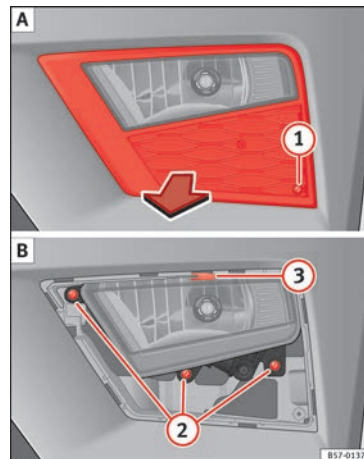
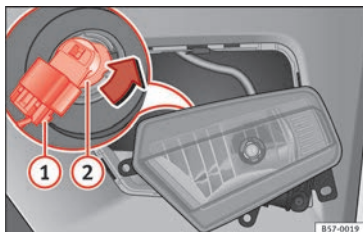

Fig. 108 Faretto fendinebbia: estrarre la griglia. »»
Fig. 109 Faro fendinebbia: smontaggio del supporto lampade
1. Rimuovere la vite » **fig. 108** ① **A** della griglia del faro fendinebbia servendosi di un cacciavite ed estrarre la griglia.
2. Rimuovere le 3 viti » **fig. 108** ② **B**.
3. Rimuovere la graffa metallica situata nella parte superiore del faro fendinebbia tirando verso l'esterno del veicolo ③ **B** ed estrarre il faro fendinebbia.
4. Estrarre il connettore » **fig. 109** ① della lampada.
5. Ruotare il portalamпада » **fig. 109** ② verso sinistra e tirare.